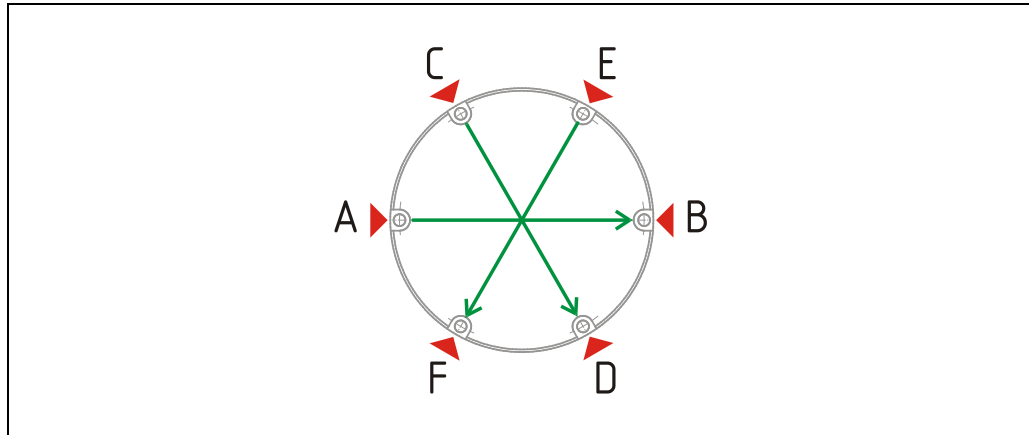

图 14: 拧上连接罩 - 顺序
将螺丝堵 (9) 插入通孔 (2)，并使用梅花扳手图 14以 3 Nm 的扭矩将其成对拧紧，并交叉穿过螺纹孔 (8)。